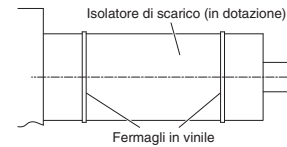

Fig. 3-25
- (2) Dopo aver verificato il drenaggio, avvolgere il tubo di scarico nella tenuta e nell'isolamento per tubi di scarico in dotazione, quindi fissarlo con i fermagli in dotazione. (Fig. 3-25)